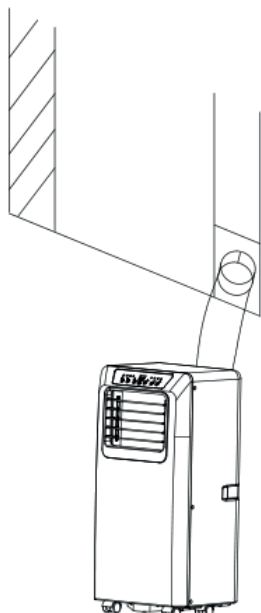

Fig. 6
- 2) Comme illustré sur les figures 6 et 6a, installer le tuyau d'évacuation et régler la position de la fenêtre de manière appropriée.